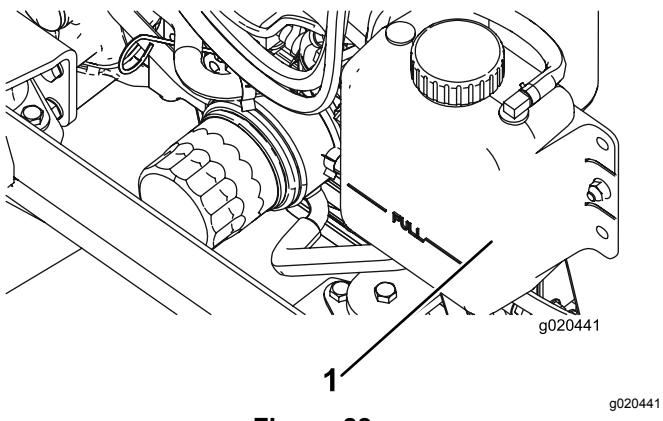

Figura 88
1. Togliete con cautela il tappo del radiatore e il tappo del serbatoio di espansione (Figura 88).